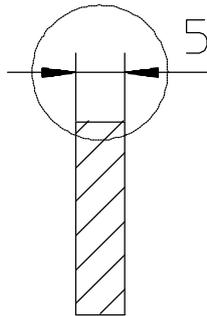

Abbildung 7.22: Durchgezogene Maßlinie
- ? Mit **UNTRBR AUS** wird eine Maßlinie zwischen den Maßhilfslinien gezeichnet (Abbildung 7.22), was in Deutschland die normgerechte Bemaßung ist.